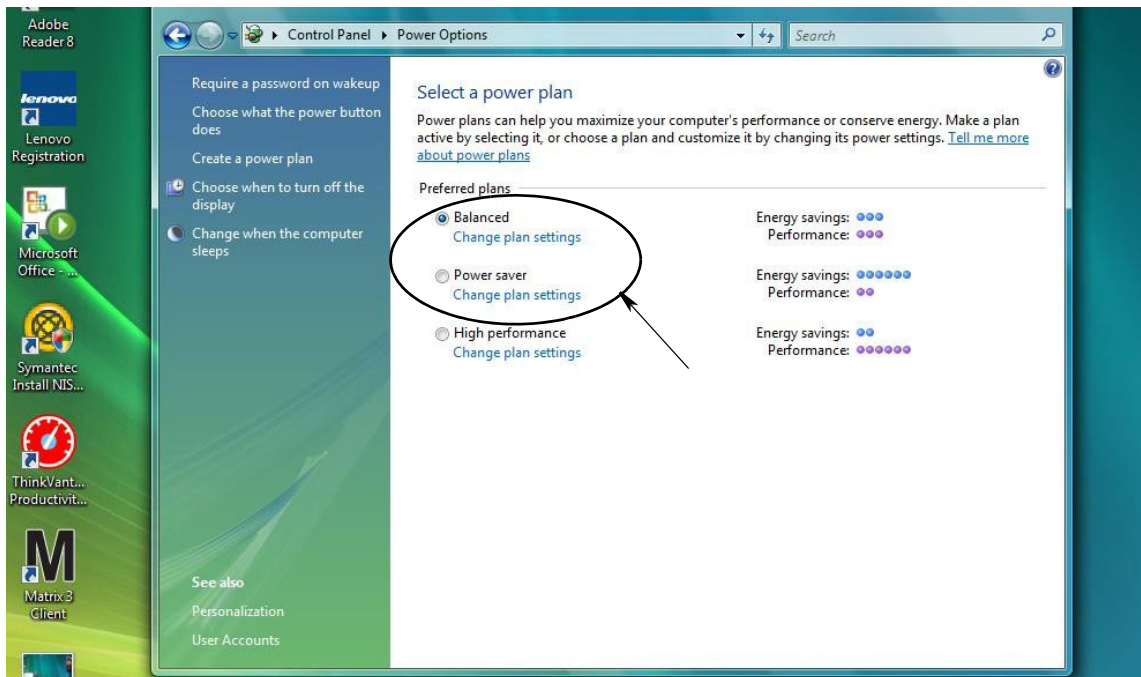

FIG. 18
3. Sélectionnez un mode de gestion de l'alimentation, "Balanced" (Usage normal) ou "Power Saver" (Économies d'énergie), puis cliquez sur le lien "Change Plan Settings" (Modifier les paramètres du mode) pour voir les options de veille prolongée (FIG. 18).